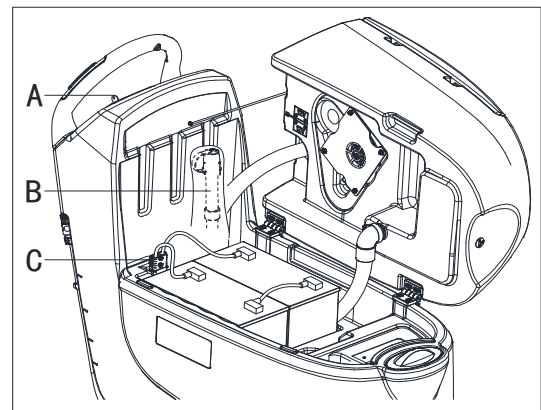

Figure 26
1. Tourner la clé de contact (A, Fig. 26) sur "0".
2. Débrancher le câble d'alimentation (C, Fig. 26) du réseau électrique.